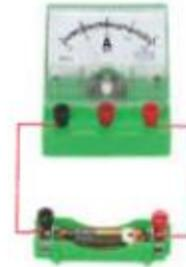

Figure 3-2
2. Comme le montre la figure 3-2, la méthode de connexion est incorrecte et l'ampèremètre n'est pas autorisé à être connecté directement. Ce genre de circuit d'accès. Remarque: Observez le pointeur avant d'utiliser l'ampèremètre. Qu'il s'agisse du bouton zéro pour régler le zéro.